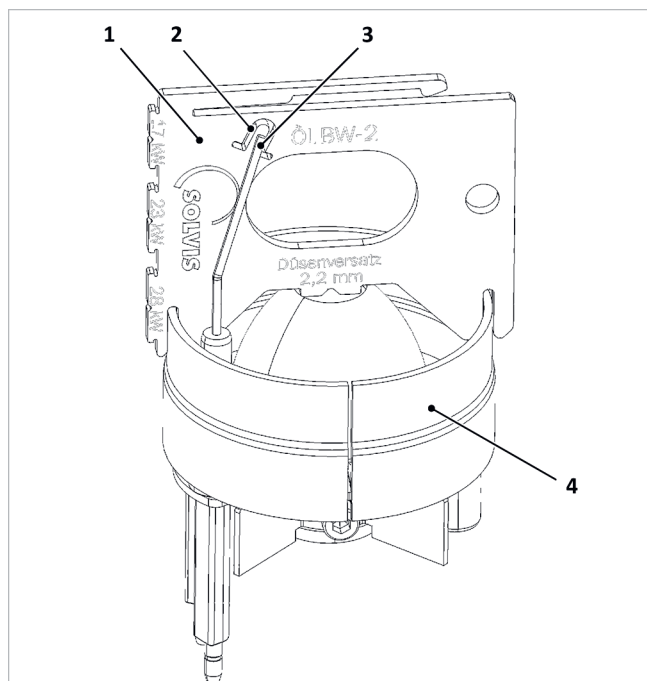

Abb. 144: Zündelectroden prüfen
1. Lage der Electroden (3) wie in → Abb. 144 gezeigt kontrollieren und ggf. durch Biegen korrigieren.
2. Mindestlänge kontrollieren. Das untere Ende des Kontrollfensters (2) der Einstelllehre gibt die Mindestlänge der Zündelectroden vor. Sind die Electroden nur noch geringfügig länger, sollten sie getauscht werden.